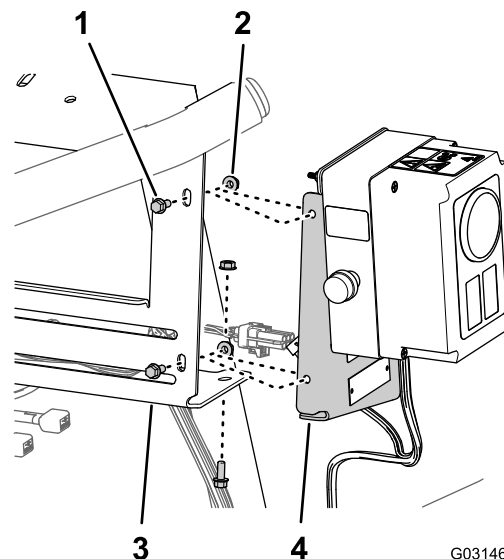

Рисунок 19
2. Отделите монтажную плиту от крепления коллектора (Рисунок 19).
1. Удалите три болта с фланцевыми головками (1/4 x 5/8 дюйма) и три фланцевые рифленые гайки (1/4 дюйма), которые крепят монтажную плиту блока управления к креплению коллектора для клапанов опрыскивателя (Рисунок 19).